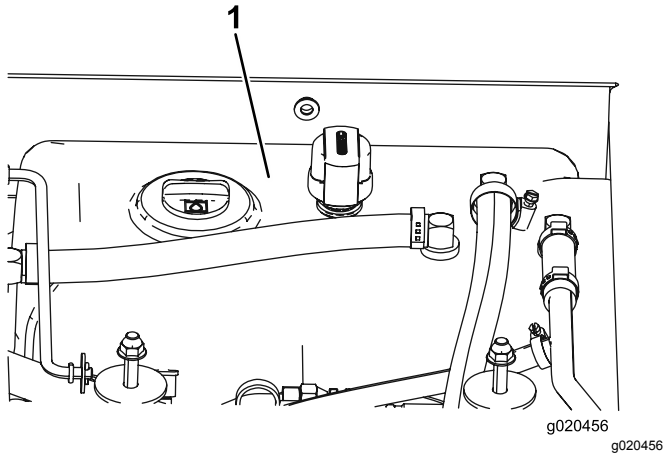

Figura 102
- Riempite il serbatoio (Figura 102) di fluido idraulico; fate riferimento a Controllo del fluido idraulico (pagina 74).